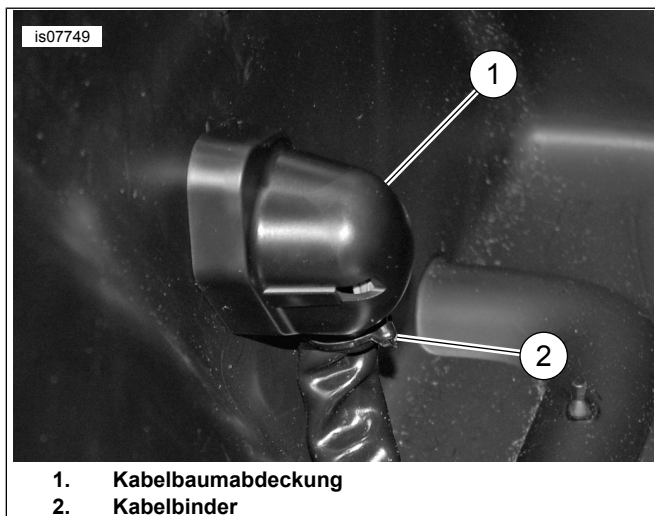

Abbildung 5. Kabelbaumabdeckung
9. Siehe Abbildung 5. Die Kabelbaumabdeckung (1) auf dem 18-poligen Steckverbinder einrasten. Mit einem Kabelbinder (2) sichern. Den Kabelbaum nach dem Einbau des Verstärkers in der Satteltasche verlegen.